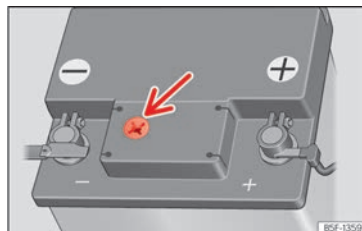

Abb. 216 Sichtfenster an der Oberseite der 12-Volt-Fahrzeugbatterie (Prinzipdarstellung).
- Prüfen Sie die Farbanzeige im runden Sichtfenster an der Oberseite der Batterie » » » (**Abb. 216**).